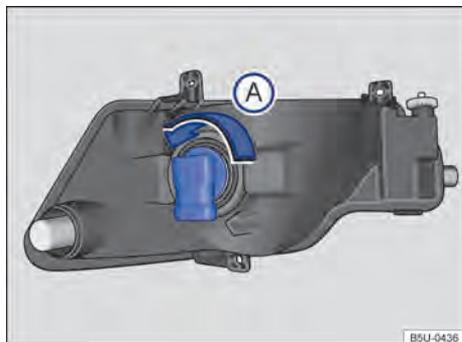

Fig. 179 Detrás del paragolpes delantero: acceso a la lámpara incandescente del faro de neblina.
- ① Observar la lista de control y ejecutar las acciones → pág. 214.
- ② Desencajar el conector de alimentación de la lámpara, presionar al mismo tiempo, la traba de fijación del conector.
- ③ Girar el portalámparas → fig. 179, en el sentido antihorario de la flecha , y desencajarlo del alojamiento.
- ④ La lámpara del farol de neblina está fijada en el portalámparas, debiendo cambiarse el conjunto de lámpara y portalámparas.
- ⑤ Cambiar la bombilla quemada por una bombilla nueva del mismo modelo.
- ⑥ Posicionar el nuevo conjunto de lámpara y portalámparas en el alojamiento.
- ⑦ Presionar el portalámparas hasta el tope y girarlo en sentido horario.
- ⑧ Cerciorarse de que el portalámparas esté correctamente fijado en el conjunto.
- ⑨ Encajar el conector de alimentación de la lámpara.